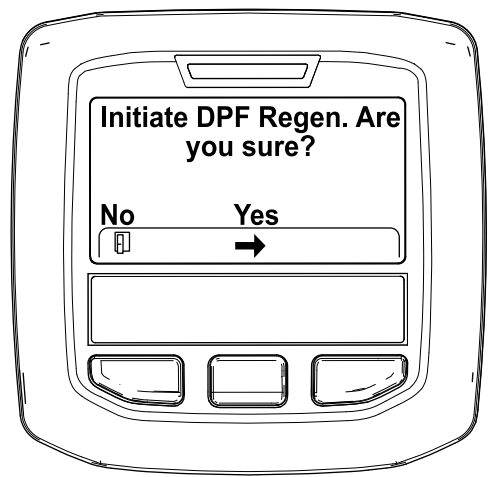

Figura 49
4. Cuando aparezca el mensaje "Initiate DPF Regen. Are you sure?" (Iniciar regeneración de DPF, ¿está seguro), pulse el botón central (Figura 49).